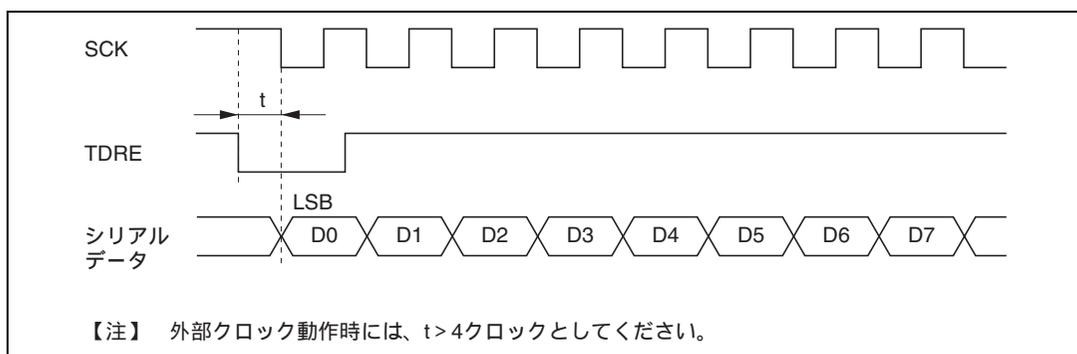

図 12.22 DTC によるクロック同期式送信時の例
- (a) 同期クロックに外部クロックソースを使用する場合、CPUおよびDTCによるTDRの更新後、 $\phi$ クロックで5クロック以上経過した後に、送信クロックを入力してください。TDRの更新後4クロック以内に送信クロックを入力すると、誤動作することがあります (図12.22)。